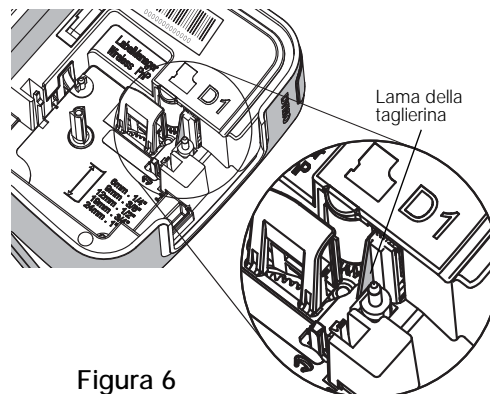

Figura 6
- 5 Ripetere il passaggio 3 fino ad esporre la lama. Vedere la Figura 6.